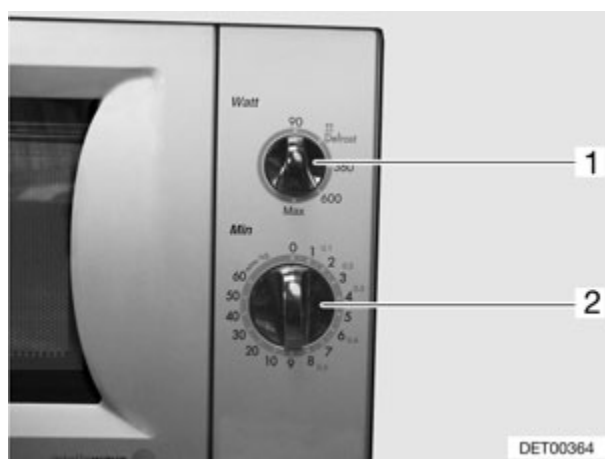

Fig. 112 Boutons de commande du four à micro-ondes
- Sélectionner la puissance sur le bouton tournant (Fig. 112,1).
- Sélectionner la durée de cuisson sur le bouton tournant (Fig. 112,2). La cuisson commence.